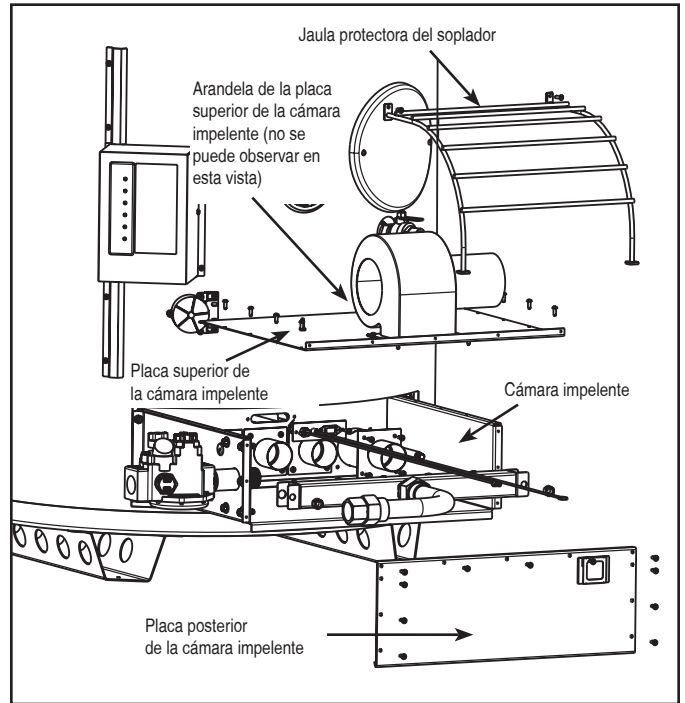

Ilustración 1: Extracción del quemador (vea la ilustración 1a para obtener una vista detallada del área de la cámara impelente).
1. Cierre el suministro de gas y de energía eléctrica a la unidad. Extraiga los dos (2) tornillos que sostienen la "jaula protectora del soplador" por encima del soplador. Extraiga la "jaula protectora del soplador" y déjela a un lado hasta volver a ensamblarla posteriormente.
3. Extraiga los 11 tornillos de la placa posterior de la cámara impelente (vea la ilustración 1). Quite la placa posterior. Extraiga los 8 tornillos de la parte superior de la cámara impelente. Quite la arandela de la parte superior de la cámara impelente e introduzca el cable de encendido a través del orificio. Extraiga la parte superior de la cámara impelente.
4. Desconecte el tubo flexible de gas en la entrada de gas. Quite las dos (2) tuercas que sostienen el ensamblado del colector. Deslice (de modo uniforme) y extraiga el colector, y déjelo a un lado.
5. Quite los cuatro (4) tornillos para extraer el quemador. Deslice y extraiga lentamente el quemador, de modo que el material refractario de la cámara del quemador no se dañe.